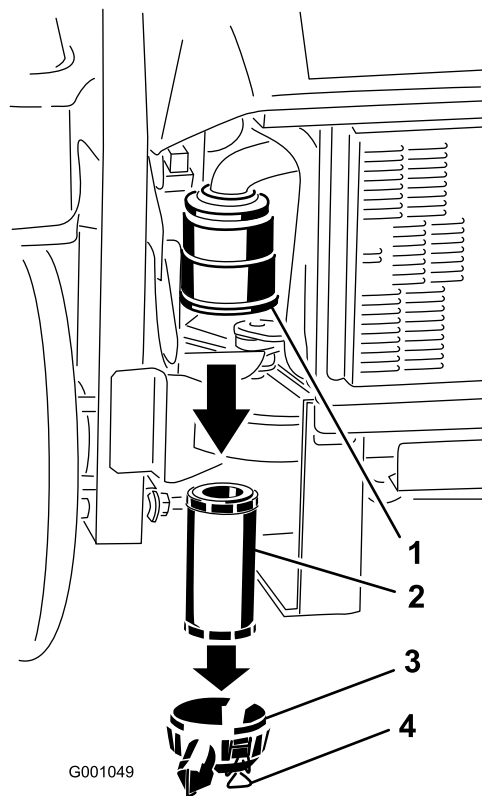

Рисунок 57
3. Освободите защелки воздухоочистителя и отделите крышку от корпуса воздухоочистителя (Рисунок 57).
5. Осторожно извлеките фильтр из корпуса воздухоочистителя (Рисунок 57).